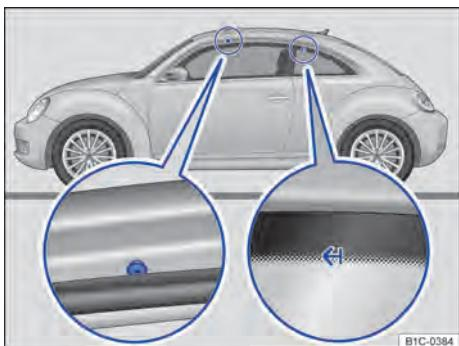

Fig. 91 Pontos de fixação dos suportes de base e bagageiro do teto.
Os suportes para fixação na frente encontram-se nos lados inferiores das vigas do teto ⇒ Fig. 91 (lupa esquerda). As marcas para fixação atrás encontram-se em cima, sobre as janelas traseiras laterais ⇒ Fig. 91 (lupa direita).
- Fixar as barras de suporte somente nas marcações indicadas na figura ⇒ Fig. 91.